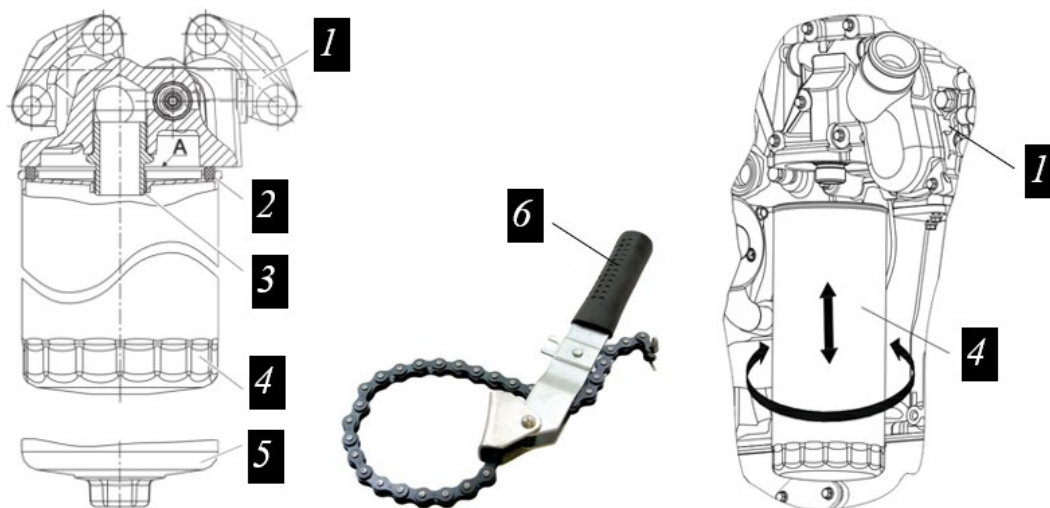

Рисунок 5.21. Процедура замены масляного фильтра
- Отвернуть отработанный сменный фильтр 4 от корпуса масляного фильтра 1 рис. 5.21.
- Смазать уплотнительное кольцо 2 нового сменного фильтра моторным маслом рис. 5.21;